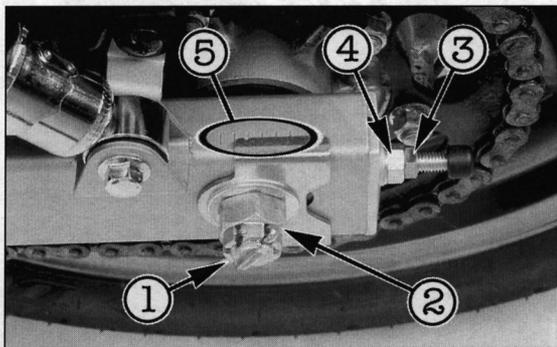

Bild 70
- Gegenmuttern ③ Bild 70 auf beiden Seiten lockern und Einstellmuttern ④ jeweils um gleiche Anzahl von Umdrehungen weiterstellen, bis Kette korrekten Durchhang erreicht. Ausrichtmarkierungen ⑤ müssen auf beiden Seiten übereinstimmen.